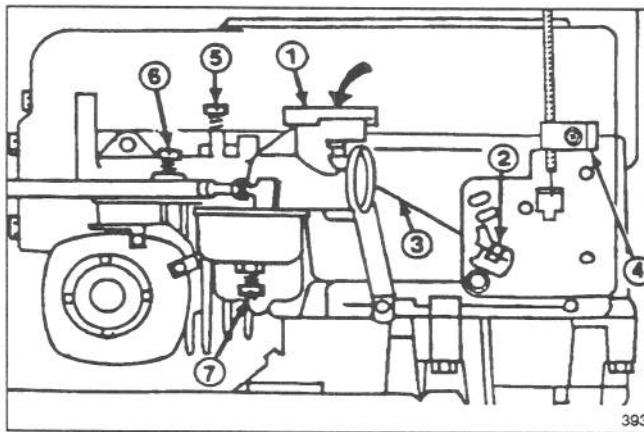

Figure 14
1. Enlever les vis maintenant en place le filtre à air et soulever celui-ci pour l'enlever du carburateur (Fig. 14).
2. Mettre la commande des gaz sur CHOKE et vérifier la position du papillon du starter; il doit être complètement fermé (Fig. 14).
3. Mettre la manette de commande des gaz sur FAST. Le papillon devrait être complètement ouvert (Fig. 14).
2. Desserrer la vis de la bague de serrage du câble de la commande des gaz (Fig. 14) et déplacer la gaine du câble de commande et le fil jusqu'à ce que le levier de la commande des gaz touche la tringle du starter. Vérifier le bon fonctionnement du starter.
1. Gicleur à pointe (Fig. 14) – Fermer le pointe en le faisant tourner doucement dans le sens des aiguilles d'une montre.
4. Tourner le pointe (Fig. 14), dans le sens des aiguilles d'une montre, 1/8 de tour à la fois, jusqu'à ce que le moteur commence à ralentir. Laisser le moteur réagir à chaque 1/8 de tour.
5. Tourner le pointe (Fig. 14) dans le sens contraire des aiguilles d'une montre (vers l'extérieur), 1/8 de tour à la fois, jusqu'à ce que le moteur commence à tourner irrégulièrement. Laisser le moteur réagir à chaque 1/8 de tour.
6. Tourner le pointe (Fig. 14) dans le sens des aiguilles d'une montre (vers l'intérieur), jusqu'à ce que le moteur commence à tourner régulièrement. Ce réglage, sans charge, peut être légèrement trop riche; mais il assure un bon fonctionnement lorsque le moteur est chargé.